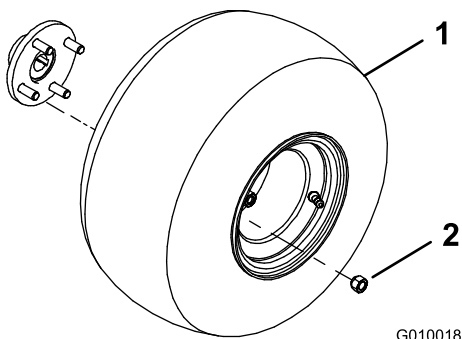

Figura 4
2. Monte um conjunto de roda em cada cubo das rodas traseiras com as 4 porcas de roda (Figura 4).